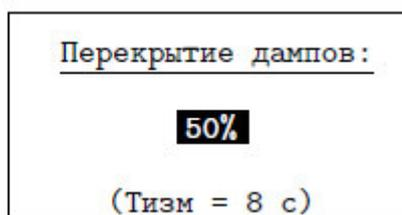

Рисунок 16
3.4.7 **"Перекрытие дампов"** - установка величины перекрытия дампов (рис. 16).